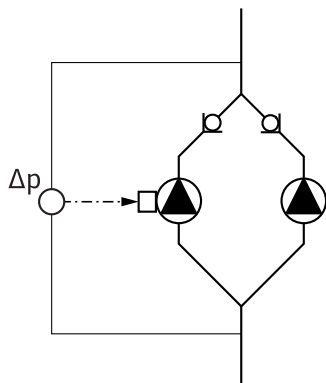

Fig. 18: Pavyzdys, diferencinio slėgio jutiklio jungtis
- Fig. 18 pateiktame pavyzdyje valdantysis siurblys yra tekėjimo kryptimi kairėje esantis siurblys. Prie šio siurblio jungiamas diferencinio slėgio jutiklis.
- Valdančiojo siurblio diferencinio slėgio jutiklio matavimo taškai turi būti atitinkamame kolektoriuje, sudvejinto siurblio įrenginio įsiurbimo ir slėgio pusėje (Fig. 18).